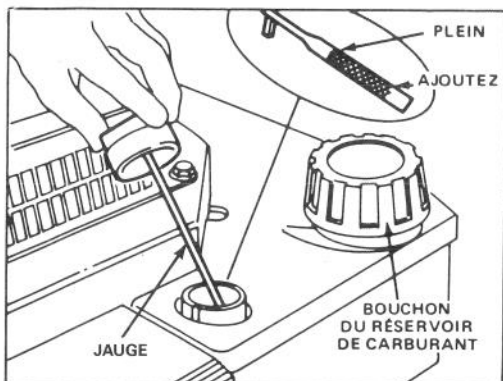

Figure 4
Avant chaque usage, s'assurer que le niveau d'huile se situe entre les repères ADD et FULL (Fig. 4).
3. Essayez la jauge d'huile et insérez-la dans le col de remplissage. Tournez le bouchon d'un quart de tour dans le sens des aiguilles d'une montre. Enlevez ensuite la jauge d'huile et vérifiez le niveau d'huile (Fig. 4). Si le niveau est bas, ajoutez une quantité d'huile qui soit tout juste suffisante pour amener le niveau à la marque FULL (PLEIN) sur la jauge d'huile. **NE REMPLISSEZ PAS AU-DELA DE LA MARQUE FULL (PLEIN) CAR LE MOTEUR POURRAIT ETRE ENDOMMAGE LORS DU DEMARRAGE. VERSER L'HUILE LENTEMENT.**
1. Nettoyez autour du bouchon. Remplir d'essence sans plomb jusqu'à 1/4-1/2 de pouce (6-13 mm) du bas du tube de remplissage. Ne pas remplir le réservoir complètement. Remettez le bouchon (Fig. 4).
1. VERIFICATION DU NIVEAU D'HUILE – Maintenir le niveau d'huile entre les repères ADD et FULL sur la jauge (Fig. 4).